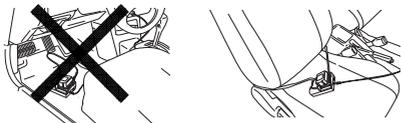

Abb. 18
- Befestigen Sie das Batterieladegerät an seinem Ort im Auto. Benutzen Sie den mit dem Batterieladegerät mitgelieferten Gurt, um es an seinem Ort zu befestigen, sodass es sich nicht unversehens bewegen kann. (Siehe **Abb. 18**)